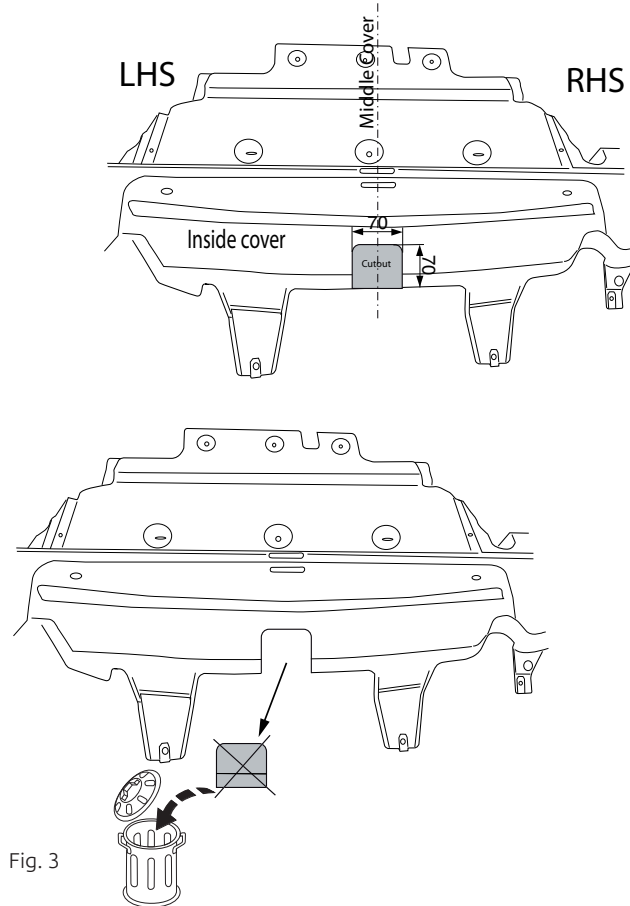

Fig. 3
12. Выпилить обозначенную часть, как указано на рис. 3.